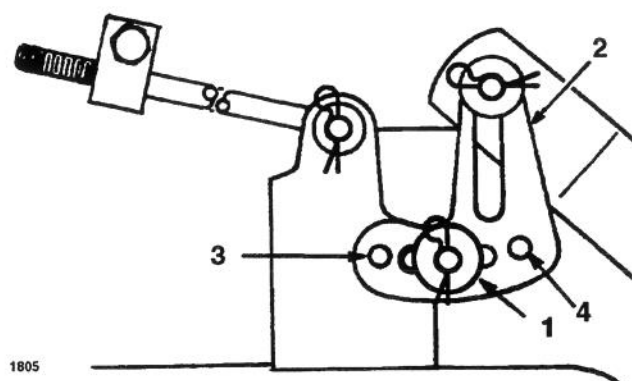

Figure 11
4. Déposer la goupille et la rondelle de la patte de mise à niveau (Fig. 11). Pour mettre la(es) lame(s) à niveau, placer la patte de mise à niveau dans un autre trou et poser la rondelle et la goupille (Fig. 11). Choisir un trou avant pour abaisser la hauteur de lame et un trou arrière pour la relever. Répéter cette procédure de l'autre côté.